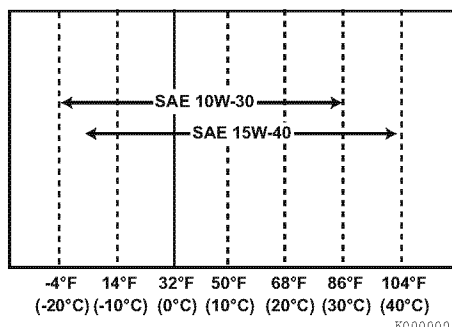

Figura 5
- Seleccione la viscosidad del aceite en función de la temperatura ambiente en la que funcionará el motor. Consulte el gráfico de viscosidades de los grados de servicio SAE (**Figura 5**).